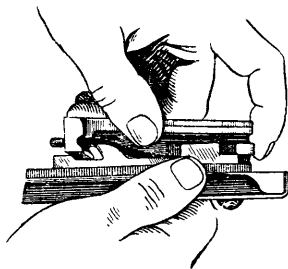

Рис. 9. Отделение остова от стемеля затвора
6) **Отделить остов от стемеля затвора** (рис. 9). Удерживая затвор за стемель, взяться за остов и отделить его.
Удерживая стебель затвора в правой руке (как указано на рис. 9), левой вложить остов в паз между ведущим выступом и стенкой стебля, продвинуть его вперед до входа выступа запирающей площадки под рожки.